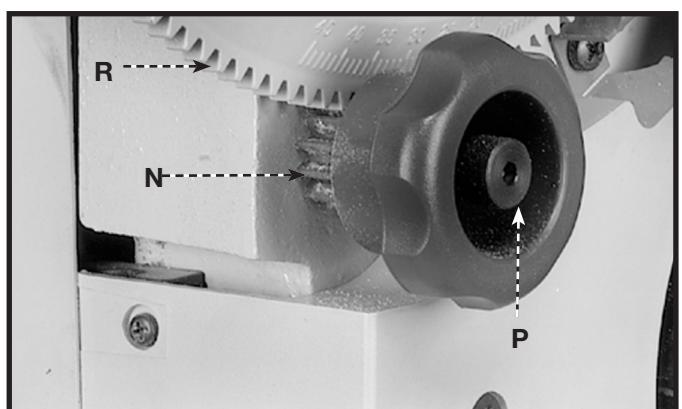

Fig. 15
8. Remonter le bouton d'inclinaison de la table (N) fig. 15, au dos de la scie de sorte que les dents du pignon du bouton (N) s'engagent dans les dents du tourillon (R). Le fixer à l'aide de la vis spéciale (P) et du ressort avec la clé hexagonale de 4 mm fournie.